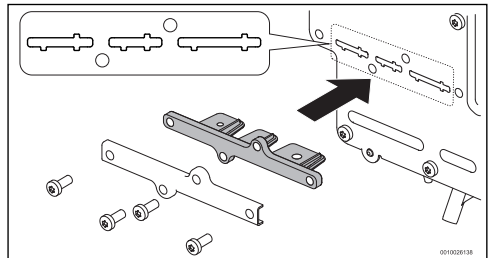
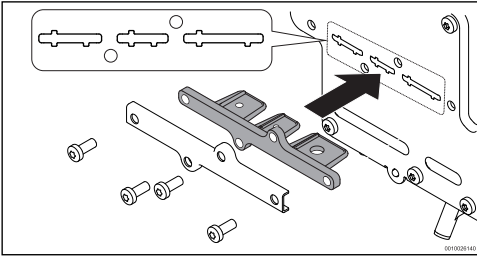

Fig. 13 Assemblage de conversion de gaz pour l'appareil 160kBTU
Fig. 14 Assemblage de conversion de gaz pour l'appareil 199kBTU
- ▶ Introduire la plaque de conversion GPL à l'endroit qui apparaît sur la fig. 13 et fig. 14, pour les appareils 160kbtu et 199kbtu, respectivement.